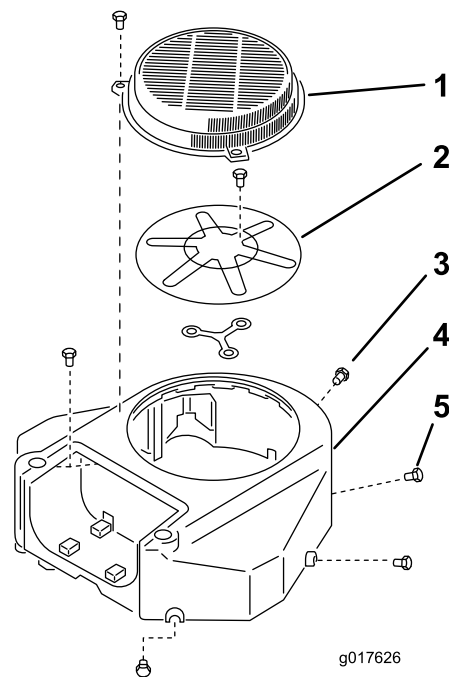

Bild 58
3. Entfernen Sie das das Luftansauggitter und das Lüftergehäuse (Bild 58).
5. Setzen Sie das Luftansauggitter ein und bringen das Lüftergehäuse an (Bild 58).